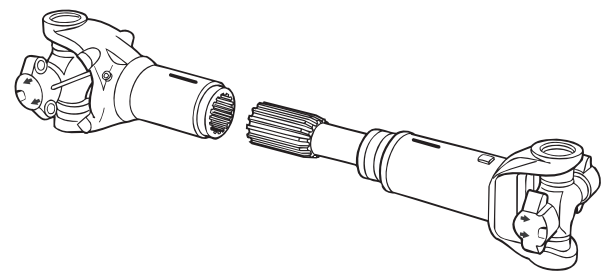

Figura 4.14
4. Tire y separe el yugo y el eje. Figura 4.14.